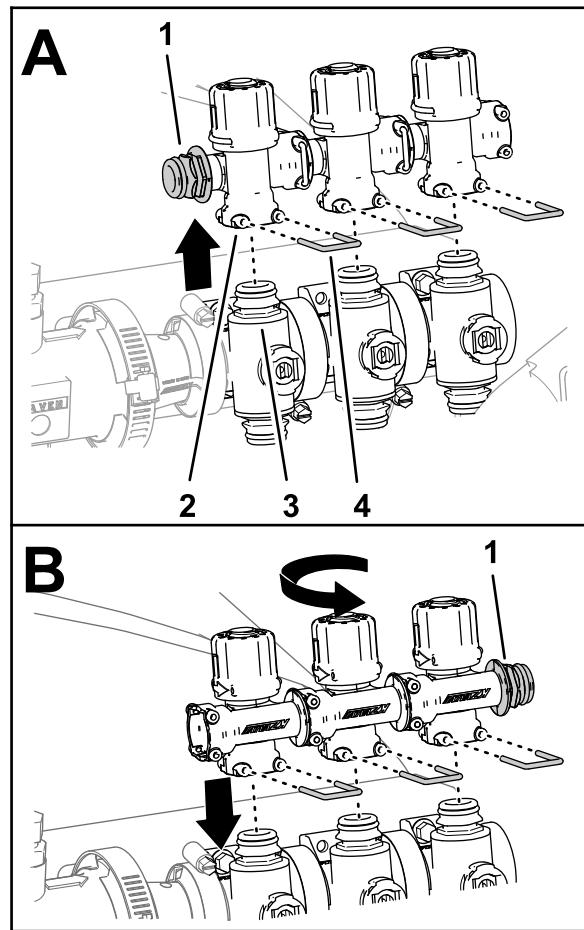

Bild 66
- Entfernen Sie die drei Halter, mit denen die drei Sicherheitsventile am linken, mittleren und rechten Abschnittventil befestigt sind (**Bild 66**).
- Nehmen Sie die Sicherheitsventile von den Abschnittventilen ab (**Bild 66**).
- Drehen Sie die Sicherheitsventile um 180° und montieren sie an den Schnelltrennanschlussstücken der Abschnittventile (**Bild 66**).
- Befestigen Sie die drei Sicherheitsventile mit den drei Haltern, die Sie in Schritt 4 entfernt haben, an den Abschnittventilen (**Bild 66**).